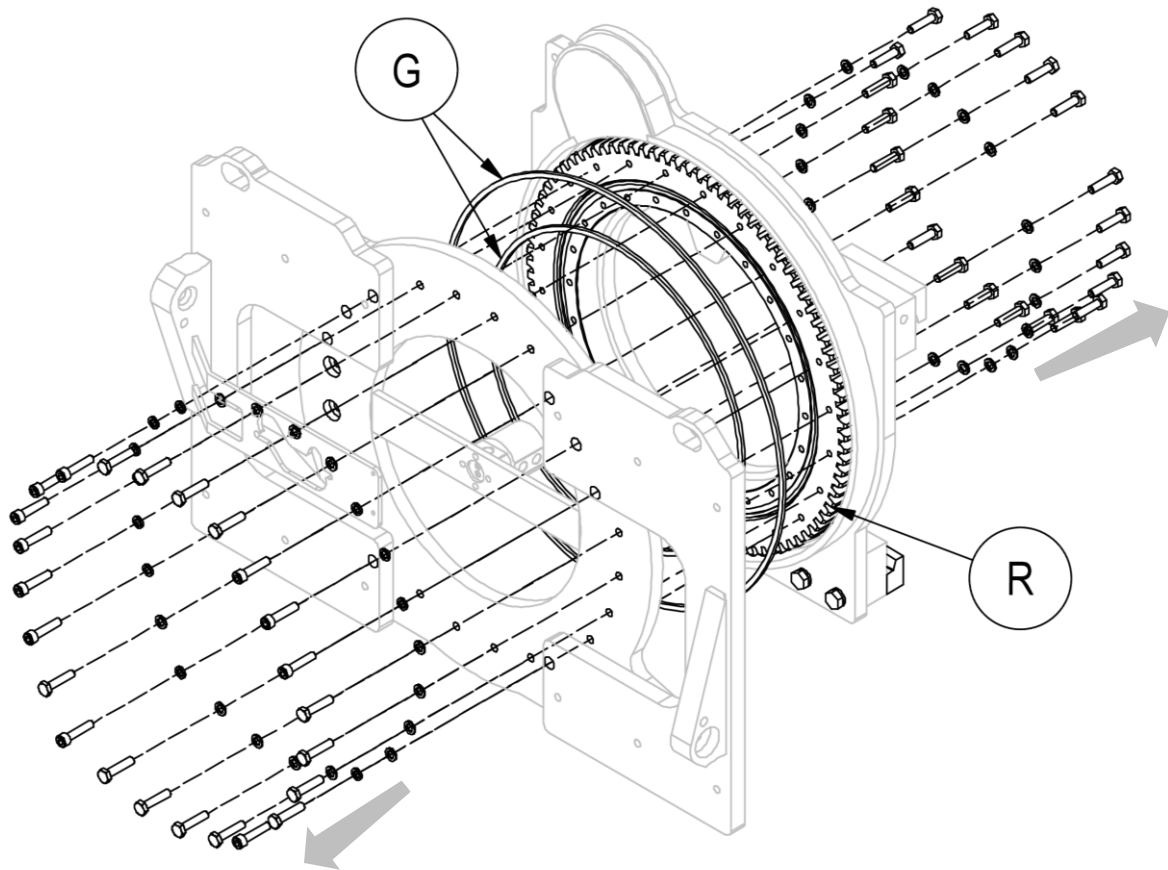

Figura 35
5. Rimuovere la parte anteriore del corpo rotante, assicurandosi di sorreggere in modo idoneo tutte le parti per poter effettuare l'operazione in sicurezza (vedi *Figura 35*).
6. Per poter rimuovere la ralla **R**, è necessario rimuovere anche le viti della parte posteriore dell'attrezzatura (vedi *Figura 35*).